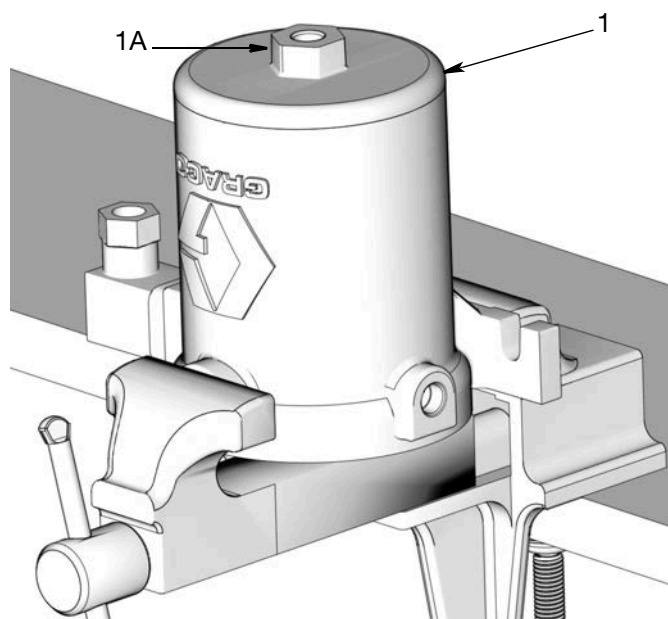

FIG. 20
16. Vérifier si l'ensemble du piston (33) n'est pas griffé, endommagé ou usé. S'il est endommagé, remplacer cet ensemble du piston (33) de la pompe.
17. Remettre le corps du moteur pneumatique dans un étau pour avoir accès au fond du corps du moteur pneumatique (FIG. 20).
18. Mettre une clé sur l'écrou (1a) du couvercle. Tourner cet écrou dans le sens inverse des aiguilles d'une montre et enlever le couvercle (1) du fond du corps du moteur pneumatique. (FIG. 20).